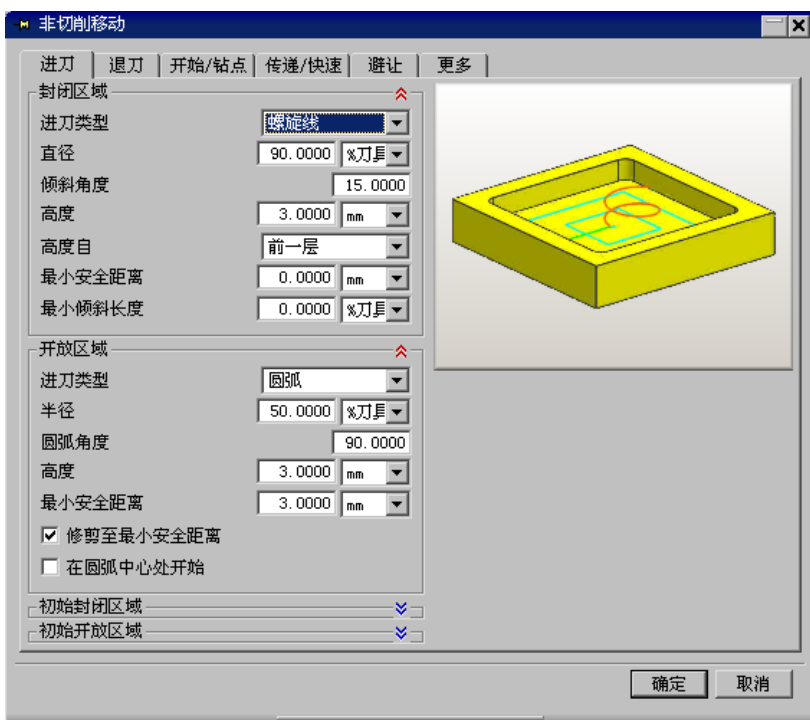

图 3.9.7 “进刀”选项卡
Step2. 单击“非切削移动”对话框中的 **进刀** 选项卡, 参数设置如图 3.9.7 所示, 其他选项卡中的参数设置采用系统的默认值, 单击 **确定** 按钮完成非切削移动参数的设置。